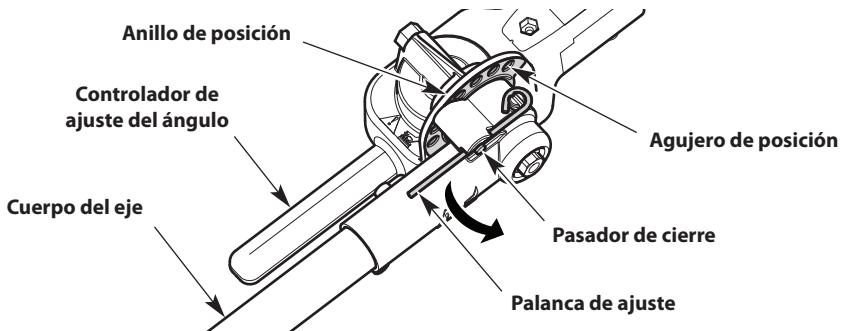

Fig. 15
1. Sostenga el controlador de ajuste del ángulo (Fig. 15) con la mano izquierda. Sostenga el eje (Fig. 15) con la mano derecha.
2. Con el dedo pulgar derecho, empuje la palanca de ajuste (Fig. 15) lejos del anillo de posición para desmontar el pasador de cierre (Fig. 15).
4. Alinee el pasador de cierre con el agujero deseado en el anillo de posición (Fig. 15).